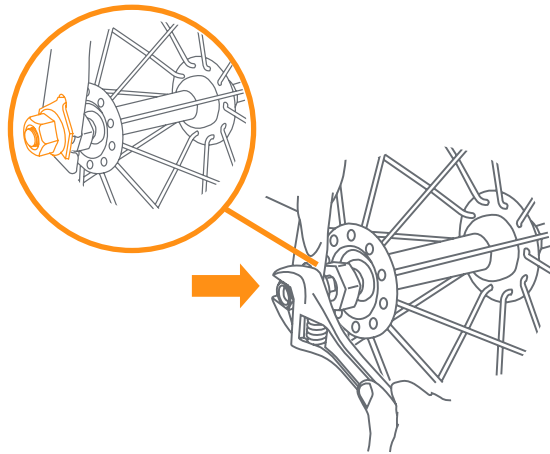

Fig. 4
- 4) • With the wheel in position, install the axel nuts and tighten with standard crescent, box, or open end wrench. You should feel significant resistance and the wheel should be held tightly in place (Fig. 4).
- Posicione la rueda correctamente. Ponga las tuercas en el eje y atorníllelas con una llave inglesa abierta o de pipa. Apriételas hasta que sienta bastante resistencia. La rueda debe quedar fija (Fig. 4).